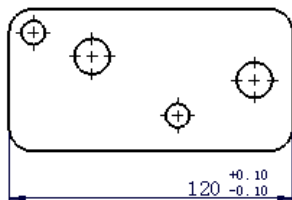

图 6.5.1 标注尺寸公差
下面以图 6.5.1 为例, 说明标注尺寸公差的一般操作过程。
Step3. 标注图 6.5.1 所示的直线长度。